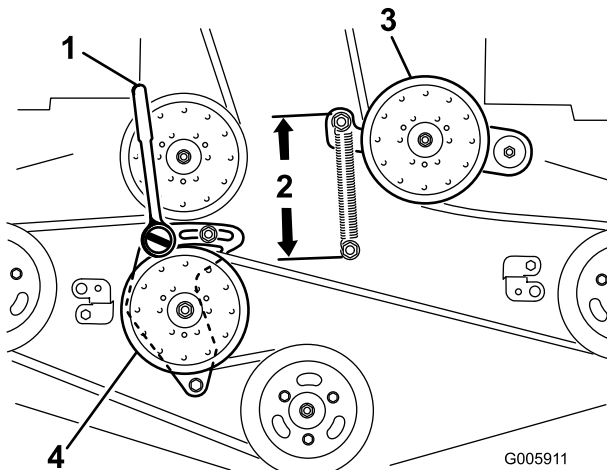

Bild 61
4. Lösen Sie den starren Spannarm und stellen Sie ihn ein, um die Riemenspannung zu lösen (Bild 61).
7. Setzen Sie eine Rätzsche mit einem kurzen Griff oder ein Stemmeisen in das rechteckige Loch im fixierten Spannarm ein (Bild 61).
9. Drehen Sie zum Erhöhen der Riemenspannung die Rätzsche oder das Stemmeisen nach links, um den starren Spannarm zu bewegen, bis Sie einen Abstand von 16,5 cm zwischen den Federhaken erhalten (Bild 61).